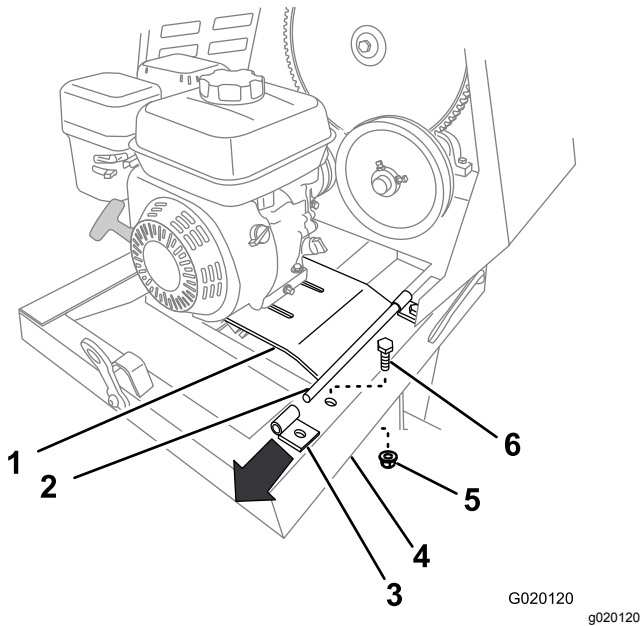

Figura 53
8. Retire el perno y la tuerca que fijan el soporte trasero de la bisagra de la chapa del motor al bastidor de la máquina (Figura 53).
6. Sujete el soporte trasero al bastidor de la máquina usando el perno y la tuerca (Figura 53) que retiró en el paso 8 de Cómo retirar el motor \(página 37\).
9. Tire hacia arriba del borde trasero de la chapa del motor y retire el soporte de la bisagra (Figura 53).